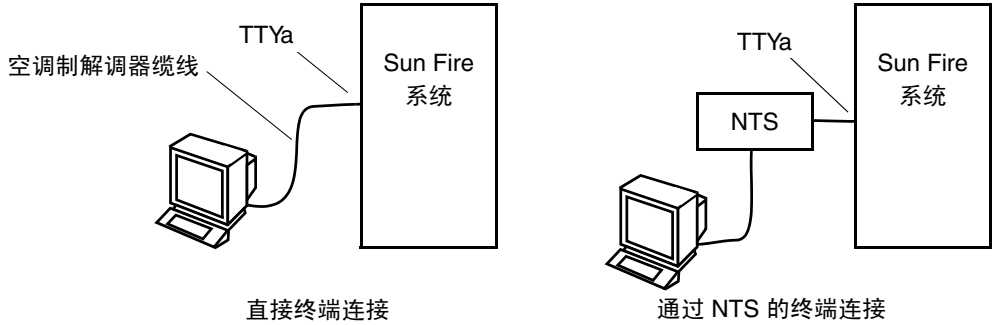

图 3-3 串行缆线连接
2. 将串行缆线的另一端连接到选定的 ASCII 终端或 NTS 服务器（图 3-3）。